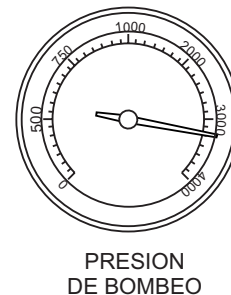

Figura 44. Medidor de presión de bombeo
3. El indicador de presión de la bomba (Figura 44) debe leerse aproximadamente 3200 ± 50 PSI.